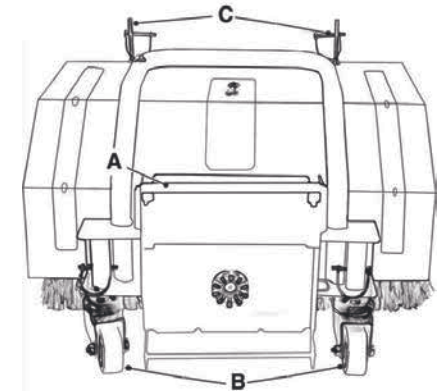

Рисунок 14
2. Если вам необходимо соединить головку подметальной машины, убедитесь, что оба ролика (рисунок 14 В) находятся в самом высоком положении.